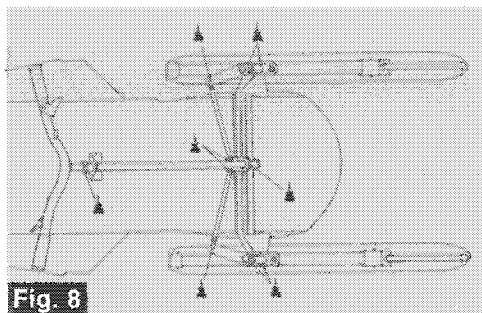

Fig. 8
Capot relevé, huilez (huile Ski-Doo ou de l'huile légère) les deux extrémités de chaque barre d'accouplement ainsi que les (2) coussinets de la colonne de direction (fig. 8). Versez l'huile Ski-Doo sur le haut de la jambe de ski. L'huile en descendant le long de la jambe de ski, lubrifiera les coussinets internes.